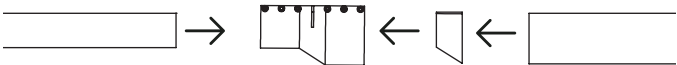

Figure 2
6. Retournez l'appareil et assurez-vous que les tubes sont bien alignés contre l'**insert du coupleur**. Serrez les autres boulons d'accouplement. Les tubes doivent être fixés dans le coupleur sans aucun mouvement. Assurez-vous de ne pas trop serrer. **Voir la figure 2.**